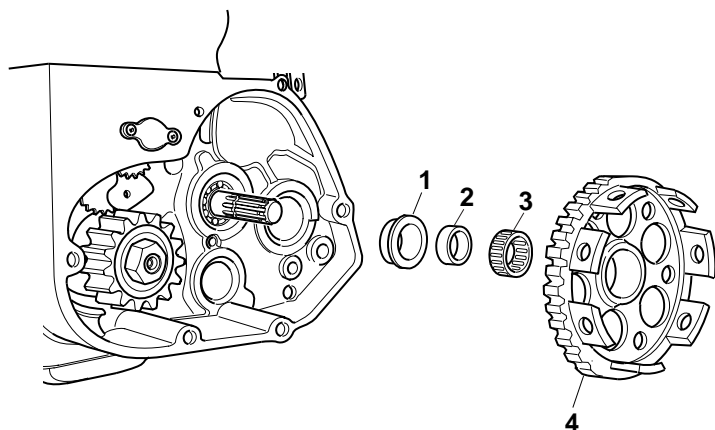

Fig. 39
1. Inserire dal lato cuscinetto (Fig. 39) la ranella "1" di spessore **3,6 mm.** (nel verso illustrato in figura) e il distanziale "2".
2. Posizionare in sede la gabbia a rullini "3" (Fig. 39) avendo l'avvertenza di lubrificarla con olio prima del montaggio.
3. Infilare la campana "4" nel verso indicato in fig. 39 (dentatura sull'interno).
1. To install from bearing side(Fig. 39) the washer " 1" of thickness **3,6 mm.** (in to direction illustrated in figure) and the spacer " 2".
2. To install in seat the bearing at rollers " 3" (Fig. 39) then to lubricate with oil before of assembly.
3. To install the clutch housing " 4" in to direction indicated in fig. 39(the gear teeth on the inside).
1. Scheibe "1" von **3,6 mm** Dicke (siehe Richtung Abb.39) von der Lagerseite sowie Distanzstück "2" einsetzen.
2. Nadelkäfig "3" (Abb.39) in seinen Sitz legen: vor Montage den Käfig ölen.
3. Gehäuse "4" in die Richtung (Abb.39) einsetzen (Verzahnung im Innern).
1. Insérer du côté roulement (fig.39) la rondelle "1" d'épaisseur **3,6 mm.** dans la direction de la figure et l'entretoise "2".
2. Placer la cage à rouleaux "3" (fig. 39) dans son siège: avant le montage lubrifier la cage avec huile.
3. Monter la cage d'embrayage "4": voir fig.39 (denture dans l'intérieur).